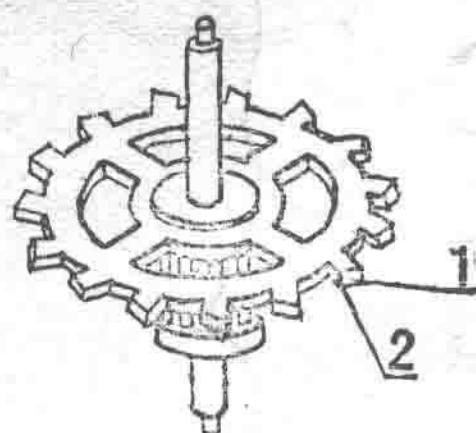

图 2-4 擒纵轮
**擒纵轮**（图 2-4）：它的轮片上的齿是梯形的，轮齿上矮的一个侧面叫做锁面，顶部的斜面叫做冲面。